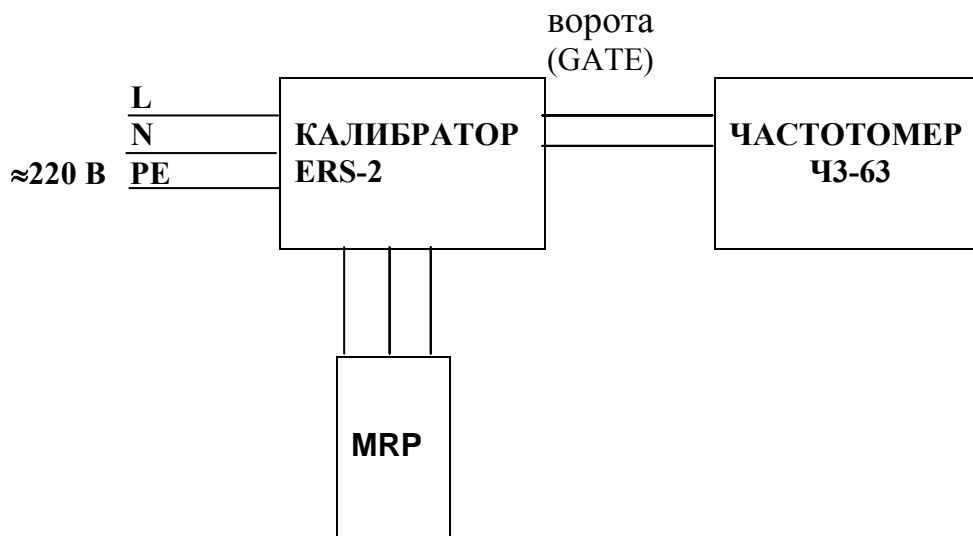

Рис. 10.7.3.1
10.7.3.1.1 Определение погрешности измерения времени отключения УЗО проводят методом прямых измерений с использованием схемы, представленной на рис. 10.7.3.1, со следующими параметрами для приборов МРР/МІЕ/МРІ: